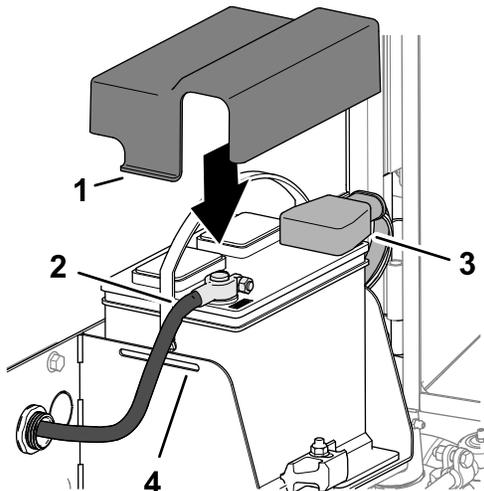

Figura 132
1. Montate il cavo positivo della batteria (rosso) sul polo positivo (+) della batteria (Figura 132).